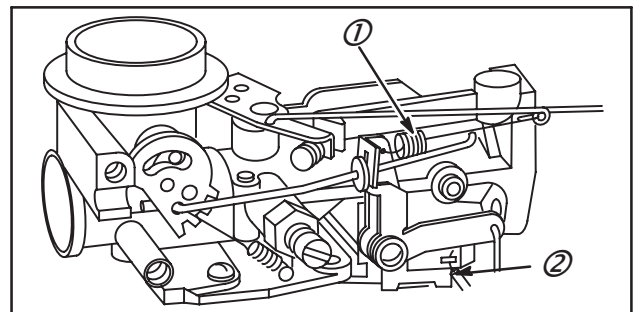

Fig. 92
4. Placer le ressort de régulation (1). Fixer le fil de masse (2) et la commande à distance si équipé, Fig. 92.